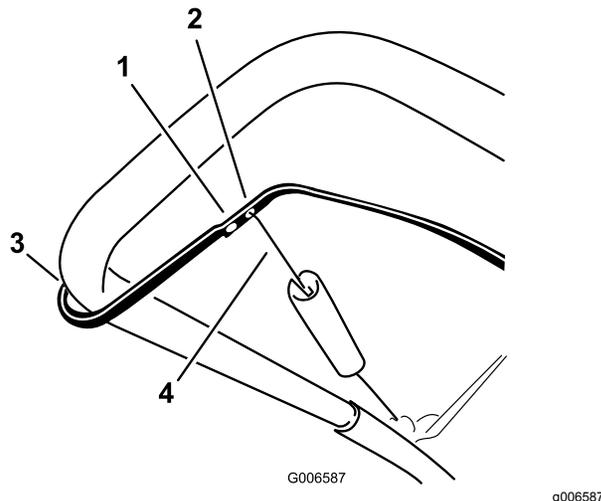

Figure 21
**Remarque:** La courroie d'entraînement s'use et se détend avec le temps. Si la courroie glisse (grincements continus) quand elle est soumise à une lourde charge, décrochez le ressort de la biellette de réglage et placez l'extrémité supérieure du ressort dans le trou le plus éloigné du point de pivot dans la barre de commande (Figure 21). Accrochez ensuite le ressort à la biellette de réglage et ajustez le câble de commande.